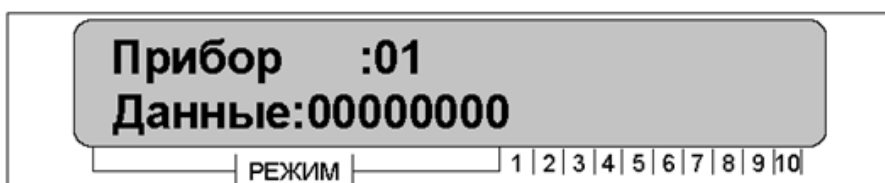

Рис. 16. Вид на дисплее операции входа в меню прибора № 1
- для входа в пункт меню «Прибор» необходимо нажать клавишу «ВВОД», на дисплее ВПУ-А-06 появится порядковый номер прибора и данные (по умолчанию 00000000) (см. рисунок 16);